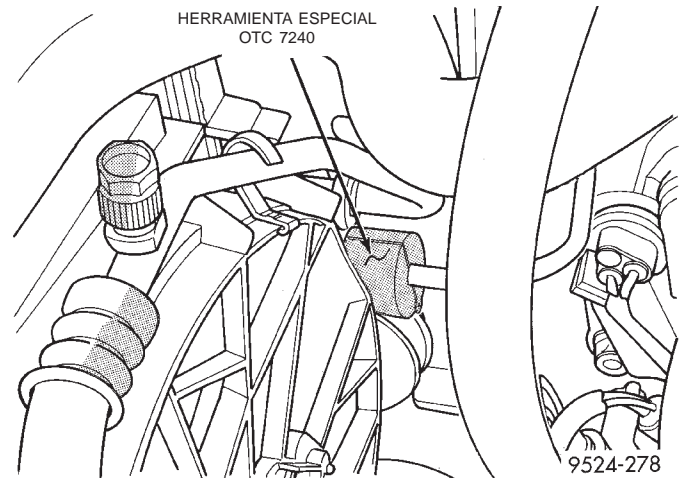
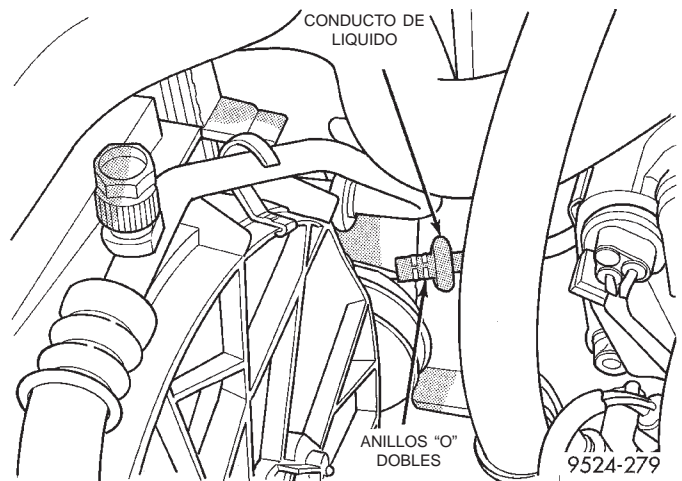

Fig. 62 Acoplador de conexión rápida con herramienta especial 7240
Fig. 63 Conducto en el condensador
(3) Desconecte el conector de conexión rápida en el condensador. Retire el tubo de líquido del condensador. Utilice el juego de herramientas especiales 7193 para desconectar el conector de conexión rápida (Fig. 62). Retire el tubo en el condensador (Fig. 63).